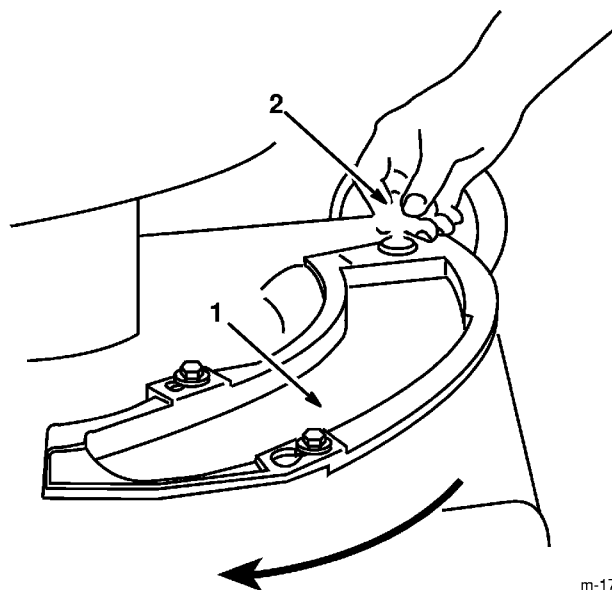

Figure 36
2. Retirer le bouton fixant l'obturateur au carter de tondeuse (Fig. 36).